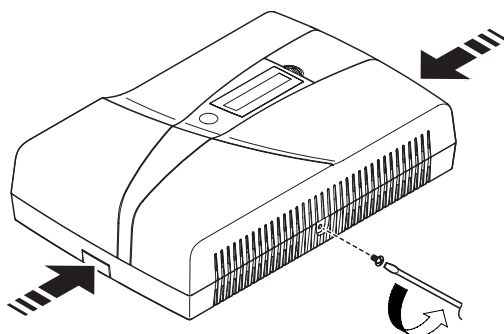

fig. 1
- Откройте крышку, отвернув винт, расположенный внизу контрольной панели (рис. 1).
- Снимите крышку с корпуса, слегка надавив напротив боковых "шпонок", как показано на рисунке (рис. 1).